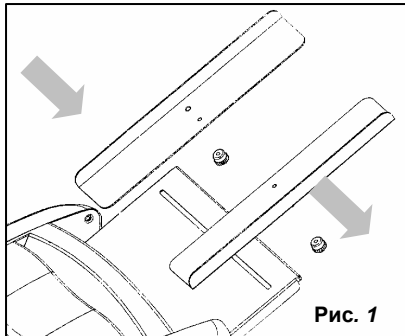
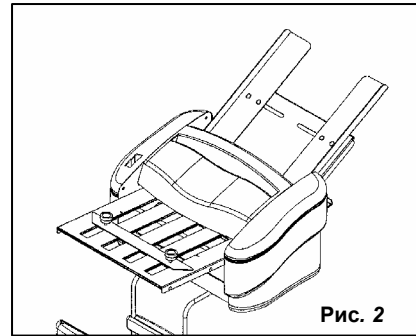

Рис. 1
Рис. 2
1. Вставьте направляющие для бумаги в столик для бумаги, как показано на рис. 1. Вы должны снять с направляющих черные пластиковые гайки и ограничитель расстояния. После того, как направляющие будут вставлены, поставьте ограничитель расстояния на место и снова закрутите гайки на направляющих. Направляющие для бумаги должны быть вставлены в аппарат так, как показано на рис. 2.
- Отпустите 4 пластиковых зажима под подающим столиком (см. Рис. 1 для размещения зажимов), чтобы освободить направляющие для бумаги.